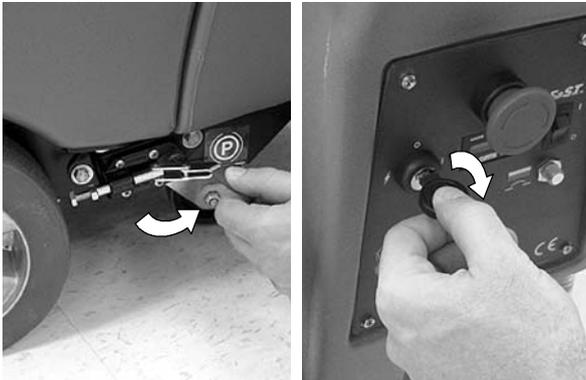

ABB. 13
Die Maschine ist an der Rückseite mit einer Schlauch-Füllöffnung und unter dem Schmutzwassertank mit einer Eimer-Füllöffnung versehen (Abbildung 13). Achten Sie darauf, dass der Schmutzwassertank leer ist, bevor Sie sich Zugang zur Eimer-Füllöffnung verschaffen.
1. Lösen Sie die Feststellbremse (Abbildung 13).
2. Drehen Sie den Hauptschlüsselschalter in die An-Stellung (I) (Abbildung 13).